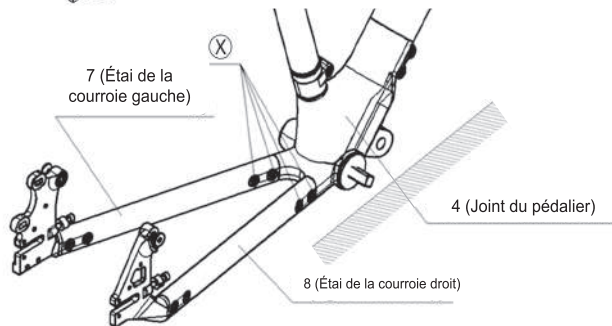

Figure 16-2.
c. Verrouillez les quatre boulons ⊗, mais ne les serrez pas encore. Assurez-vous que la pièce 7 et la pièce 8 ont encore un peu de mouvement et qu'elles peuvent être serrées plus tard, comme le montre la Figure 16-2.